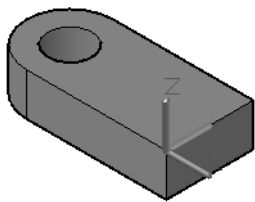

图 14-85 原始实体模型
- 1 打开“三维镜像即学即练.dwg”文件,该文件存在图 14-85 所示的原始实体模型。